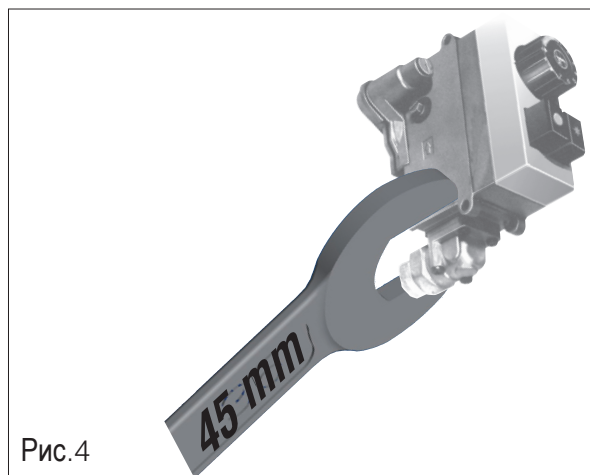

Рис.4
- Используйте только специальные гаечные ключи при выполнении соединений (Рис.4). Клапан имеет 2 пары крепежных отверстий.